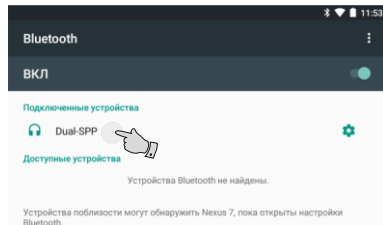

Рис. 2. Сопряжение с устройством
3. После того, как система Android найдет доступное bluetooth-устройство (Dual-SPP), выполните сопряжение с ним (нажмите на него) (рис. 2).